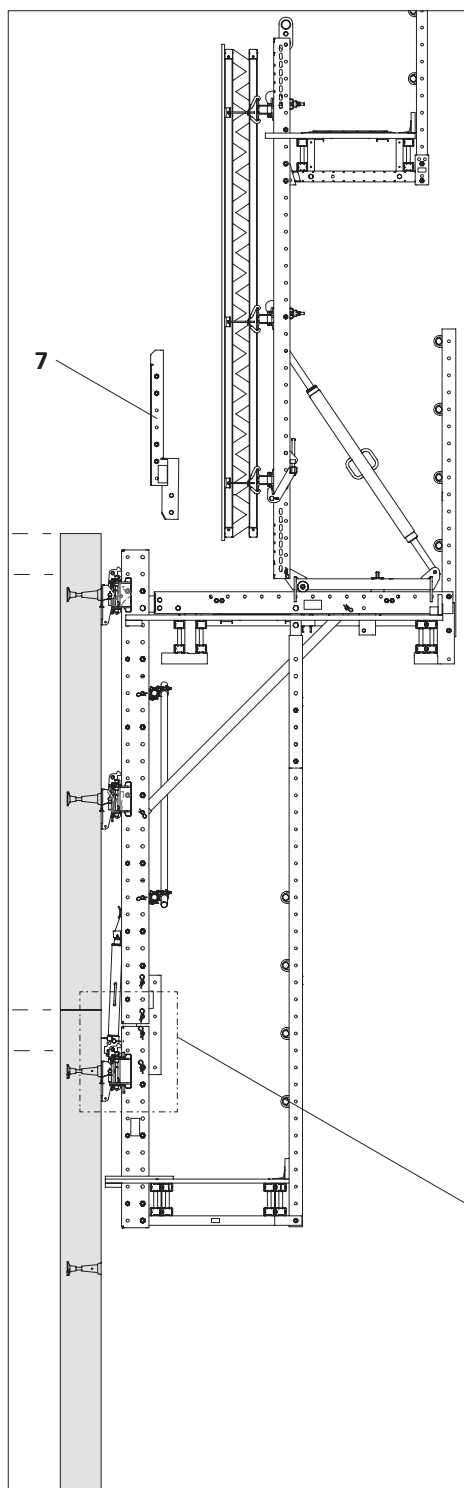

Fig. D6.17
1. Rimuovere la prolunga della guida di ripresa (7) dall'estremità superiore della guida di ripresa (1).
3. Inclinare all'indietro il dispositivo di ripresa, azionare la leva di bloccaggio (60.6) sulla base del cilindro ed estrarre il dispositivo di ripresa. (Fig. D6.17 + D6.17a)